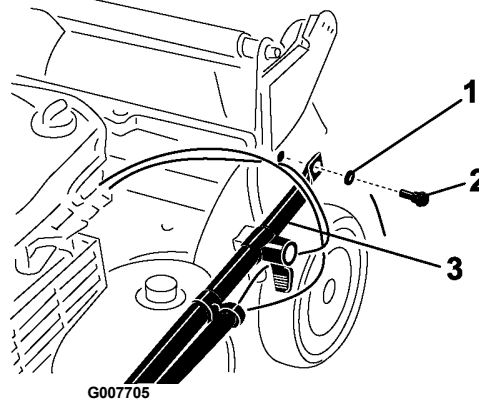

Рисунок 3
2. Прикрепите окончания ручки к задней части деки газонокосилки, используя 2 шайбы и 2 болта (Рисунок 3), не затягивайте болты.
Важно: Будьте внимательны, что бы тросики были за пределами ручек (Рисунок 3).